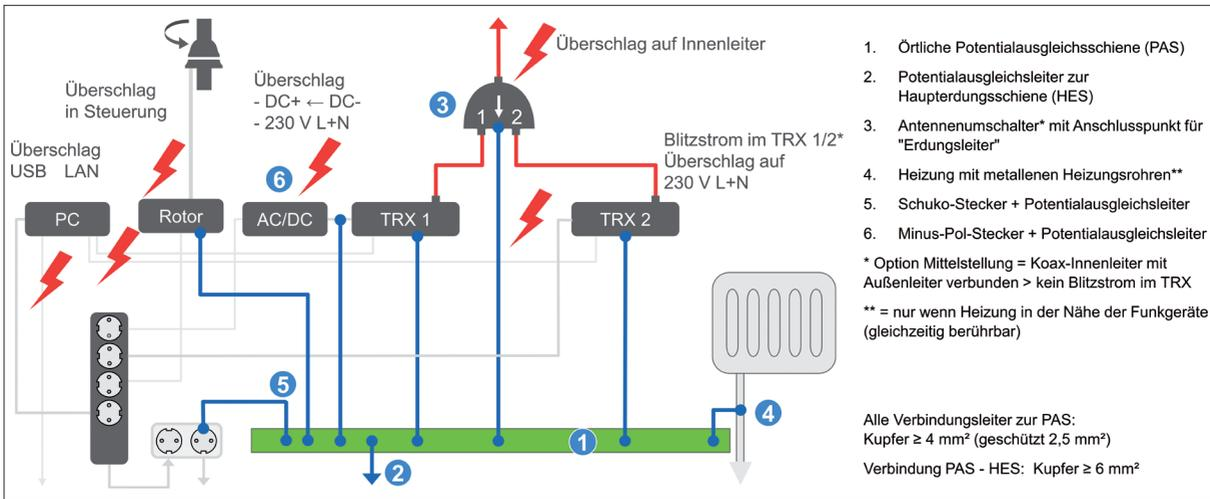

Bild 6: Beispiel für den Potentialausgleich im Shack (Quelle: DARC AK Antennenerdung)
Für Potentialausgleichsleiter werden in der Regel Kupferleiter mit mindestens 4 mm² Querschnitt (bei geschützter Verlegung 2,5 mm²) eingesetzt, zwischen Potentialausgleichsschienen (PAS) (3) und HES (5) genügen 6 mm². Bei koaxialen Antennenkabeln wird der Schirm in den Potentialausgleich einbezogen. Für dessen Kontaktierung gibt es mehrere Möglichkeiten (Bild 5). Und last but not least: Zum Schutz des Funkamateurs wird im Shack (Bild 6) eine PAS installiert, die verbunden ist mit: